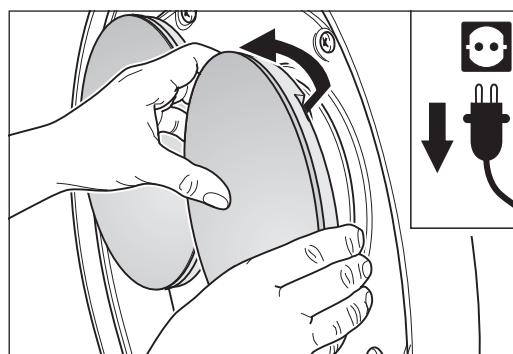

Fig. 53 Agarre el disco por detrás con las yemas de los dedos y sáquelo hacia adelante.
- 5 Quite el disco lijador o los cepillos. Para este fin, agarre por detrás el disco con las yemas de los dedos y sáquelo de los soportes de goma (Fig. 53).
- 5 Quite los discos lijadores o los cepillos. Para este fin, agarre por detrás el disco con las yemas de los dedos y sáquelo de los soportes de goma (Fig. 53).